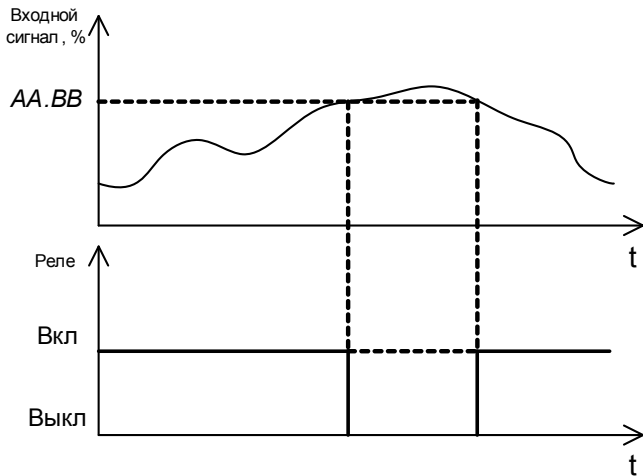

Рисунок 3 – Обратная функция: реле срабатывает, если входной сигнал меньше уровня сигнализации, сброс реле, если больше
F.2	Обратная функция компаратора. Реле срабатывает, если входной сигнал меньше значения параметра СИГН. УР. См. рисунок 3